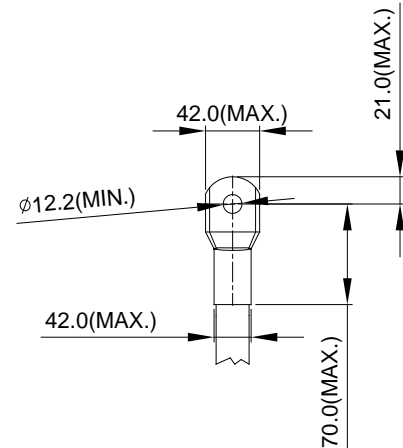

Рис. 3
5. На рис. 3 и Рис. 4 дана спецификация термоусадочной трубки в соответствии с UL (600С, YDPU2).